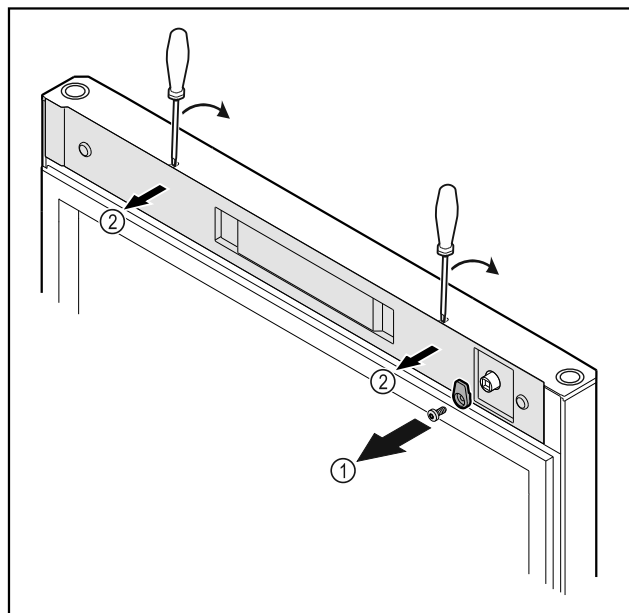

Fig. 20
- ▶ Csavarja le a reteszelő kampót Fig. 20 (1).
- ▶ Pattintsa ki a burkolatot Fig. 20 (2) egy csavarhúzó segítségével, és vegye le.